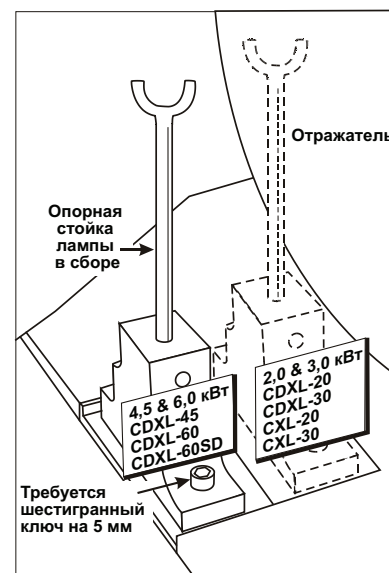

Рис. 5-4 Расположение опорной стойки лампы
- Проверьте правильность расположения опорной стойки лампы. (Рис. 5-4)